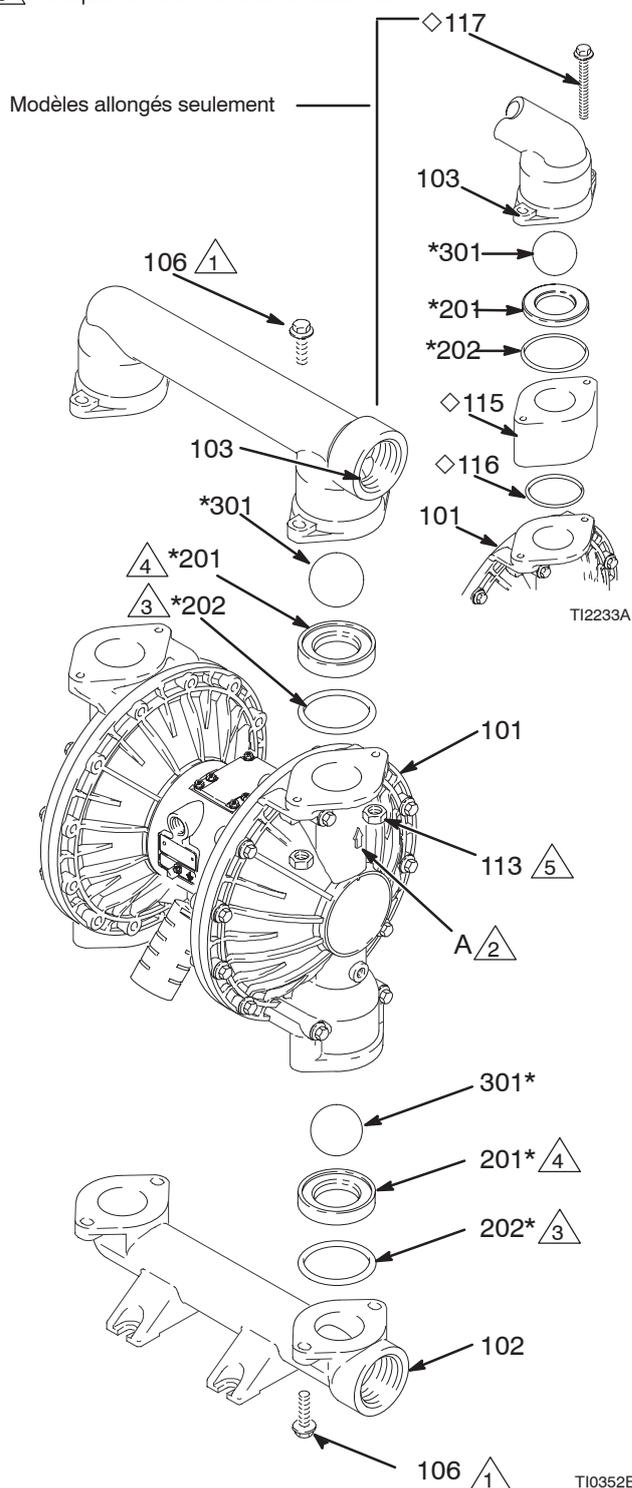

Fig. 10
**REMARQUE:** Pour assurer une bonne étanchéité des billes (301), toujours remplacer les sièges (201) en même temps que les billes.
**REMARQUE:** (Version allongée) Pour assurer une bonne étanchéité de l'élément ajouté (115), toujours remplacer les joints toriques (116) en même temps que les billes.
3. À l'aide d'une clé à douille de 10 mm, retirer les quatre boulons (106) maintenant le collecteur de sortie (103) sur les capots produit (101). Voir Fig. 10.
4. Retirer les sièges (201), les billes (301), et les joints toriques (202) du collecteur.
**REMARQUE:** Certains modèles n'utilisent pas de joints toriques (202).
5. Retourner la pompe et retirer le collecteur d'entrée (102). Retirer les sièges (201), les billes (301) et les joints toriques (202) des capots (101) du circuit produit.
2. Remonter en procédant dans l'ordre inverse, en suivant les remarques de la Fig. 10. S'assurer que les billes sont remontées **exactement** comme indiqué. Les flèches (A) sur les carters produit (101) **doivent** être tournées vers le collecteur de sortie (103).